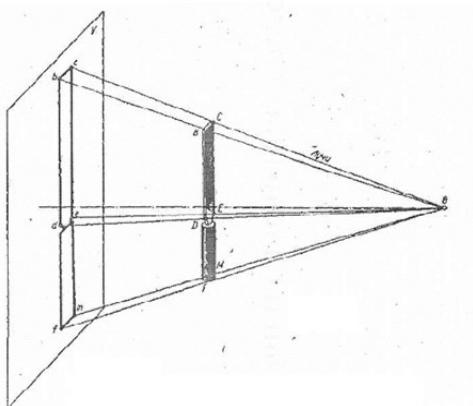

Рис.4.1
Так; например, центральная проекция получается таким образом: из точки О (рис. 4.1), называемой точкой схода лучей, мысленно проведем ряд лучей через все наиболее характерные точки В, С, Д, Е, F, М до пересечения с плоскостью проекций — в точках *b*, *c*, *d*, *e*, *f* и т. Затем эти точки соединим между собой линиями и получим фигуру, являющуюся центральной проекцией. Рассматривая центральную проекцию, заметим, что изображение его получается искаженным, размеры изображения не соответствуют действительным размерам. Такое изображение дает прекрасное представление о форме предмета, но создает большие неудобства при суждении о размерах предмета и простановке этих размеров. Поэтому центральные проекции в технике машиностроения применяются очень редко. Наиболее распространенными в машиностроении являются прямоугольные или ортогональные проекции. Все производственные чертежи отдельных частей (деталей) машин, изделий и узлов выполняются именно в прямоугольных проекциях. Здесь проектирующие лучи взаимнопараллельны. Предмет располагается перед плоскостью проекций так, чтобы большинство его линий и плоских поверхностей (рис. 4.2) были параллельны этой плоскости. Тогда эти ребра и грани будут изображаться на плоскости проекций в истинном виде. Так как такое изображение не будет полным, на нем отсутствует, например, толщина его, то прямоугольные проекции выполняются не на одной плоскости проекций, а на двух или трех, взаимно-перпендикулярных плоскостях. По такому чертежу можно свободно представить себе форму и размеры элементов.
1. По заданным в таблице координатам построить наглядное изображение точек А, В, С и Д и эпюры этих точек. Для построения каждой точки выполнить отдельный чертеж рис. 4.1. При построении наглядного изображения ось ОУ проводится из точки О под углом 45° к горизонтали; по оси ОУ откладывается половина заданного в таблице размера, по осям ОХ, ОZ — натуральная величина.